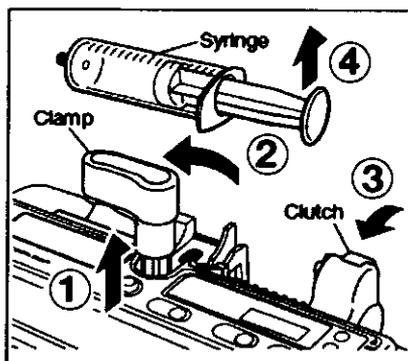

Fig. 22: Syringe: Jeringa; Clamp: Clavija; Clutch: acople.
- 3) Quite la jeringa como se detalla a continuación: (Fig. 22)